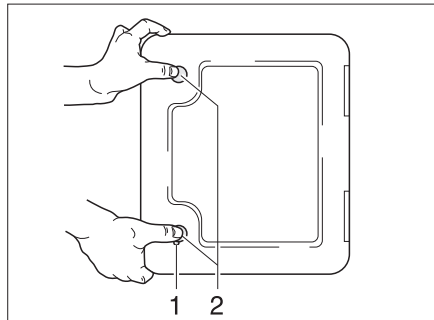

Fig. 156 Portillon pour la toilette à cassette
- Ouvrir le portillon pour la cassette à l'extérieur du véhicule. Insérer pour cela la clé dans le barillet du verrou de pression (Fig. 156,1) et la tourner d'un quart de tour.
- Appuyer du pouce et simultanément sur les deux verrous de pression (Fig. 156,2) et ouvrir le portillon pour la cassette.